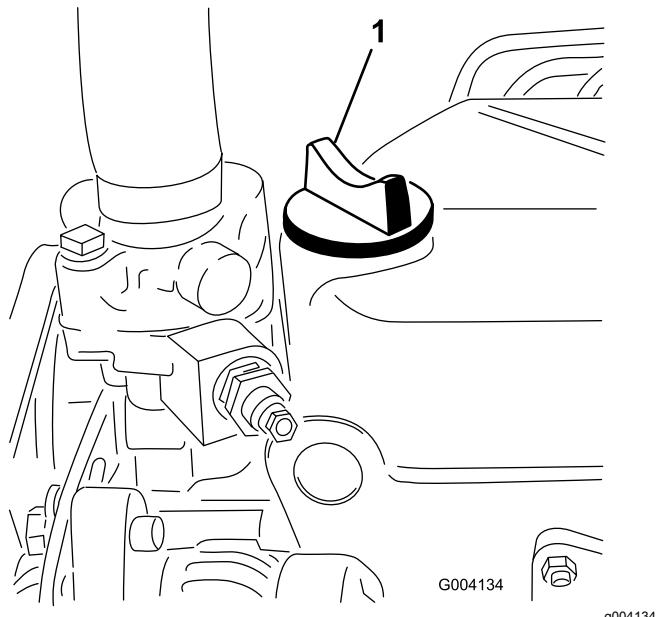

Figura 44
- Se l'olio non raggiunge la tacca di pieno, togliete il tappo di riempimento (Figura 44) e aggiungete olio finché il livello non raggiunge la tacca. **Non riempite troppo.**